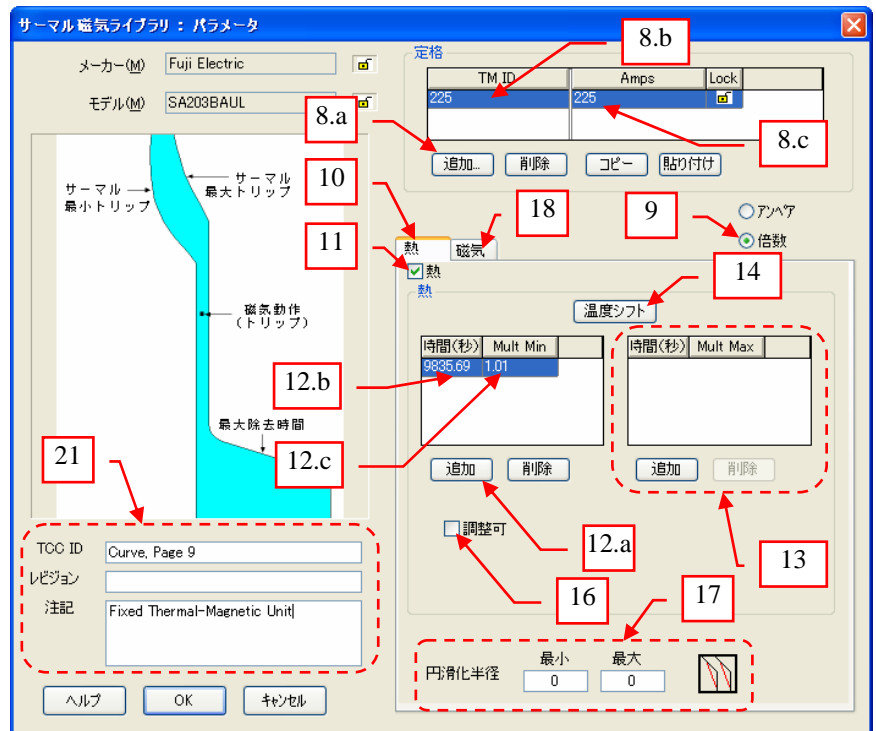
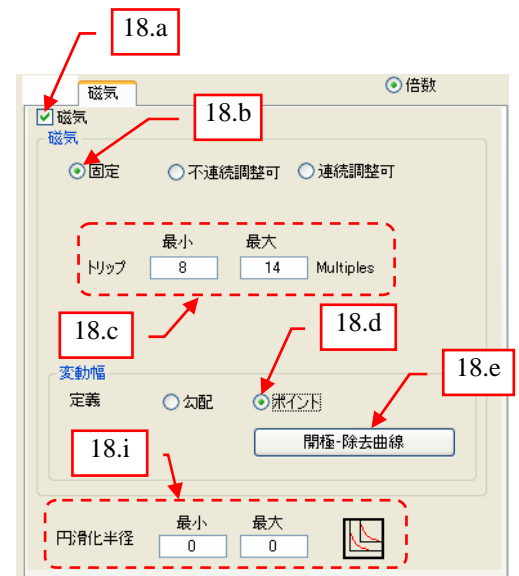

図 19
図 21
8. 表 1 および図 1a の情報に基づき (1ページ参照)、“サーマル磁気ライブラリ: パラメータ” ダイアログボックスの“定格”のページに以下の通り入力します。 図 19 参照
9. “アンペア” と “倍数” は “倍数” を選択し、定格の倍数になるように設定します。 図 19 参照
16. 熱要素が固定の場合、“調整可” のチェックをはずします。 図 19 参照
17. ここでは、熱のデータが点によって定義されているため、カーブの曲線に影響を与えていません。その場合、円滑化半径 “最小” と “最大” に 0 を入力します。 図 19 参照
18. “磁気” のタブをクリックします。 図 19 参照 “磁気” のページが表示されるので、以下の通り入力します。 図 21 参照
20. ここでは、磁気データが点によって定義されているため、カーブの曲線に影響を与えていません。その場合、円滑化半径 “最小” と “最大” に 0 を入力します。 図 21 参照
21. “サーマル磁気ライブラリ: パラメータ” ダイアログボックスの左下にある行に以下の情報を入力します。 図 19 参照